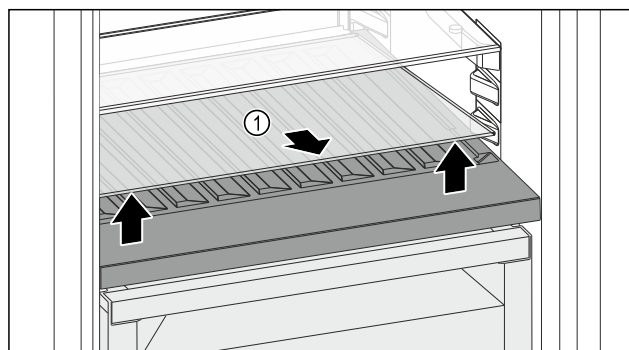

Fig. 109
- Soulever la plaque de verre Fig. 109 (1) au niveau de l'évidement avant et la retirer.
- Entreposer la plaque de verre Fig. 109 (1) dans un endroit sûr hors de l'appareil.